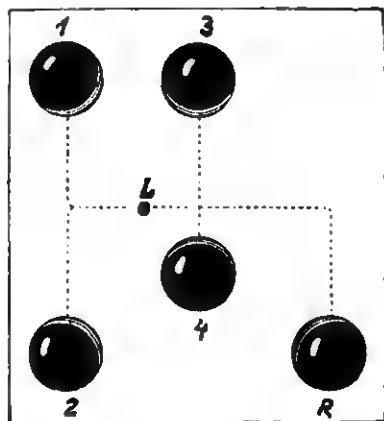

Рис. 31. Положення ручки, зміни швидкостей.
■ подано на рис. 31. Однак, положення ручки для заднього ходу,